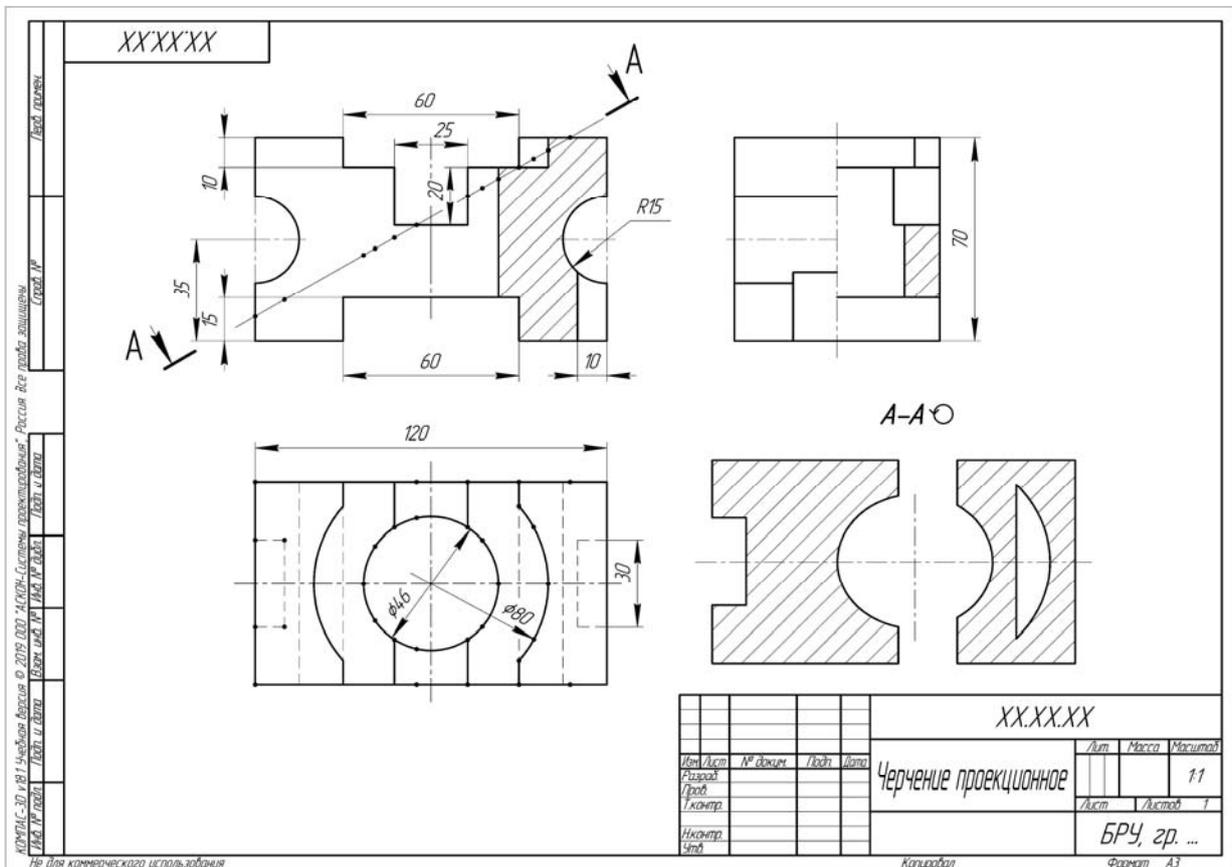

Рисунок 4.4 – Пример выполнения лабораторной работы № 4
9) подписать изображение вынесенного сечения, нанести размеры и штриховку, сохранить и показать выполненную работу преподавателю (рисунок 4.4).